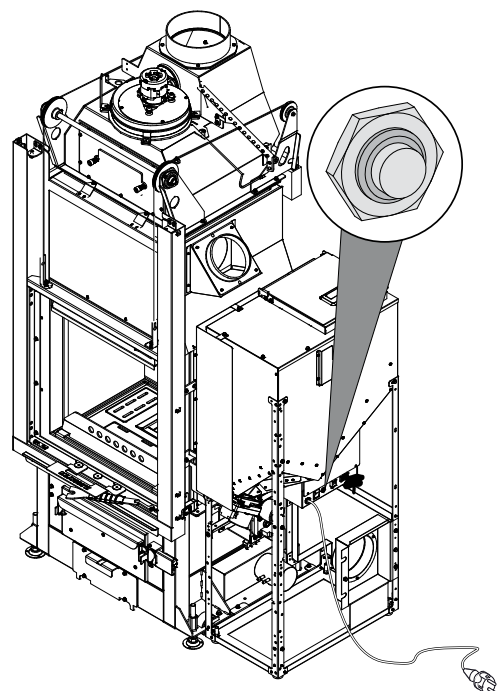

Fig. 5.2
- Mentre è in atto la pulizia, premere per cinque secondi il microinterruttore (Fig. 5.2) avendo cura di tenere la porta del focolare chiusa.